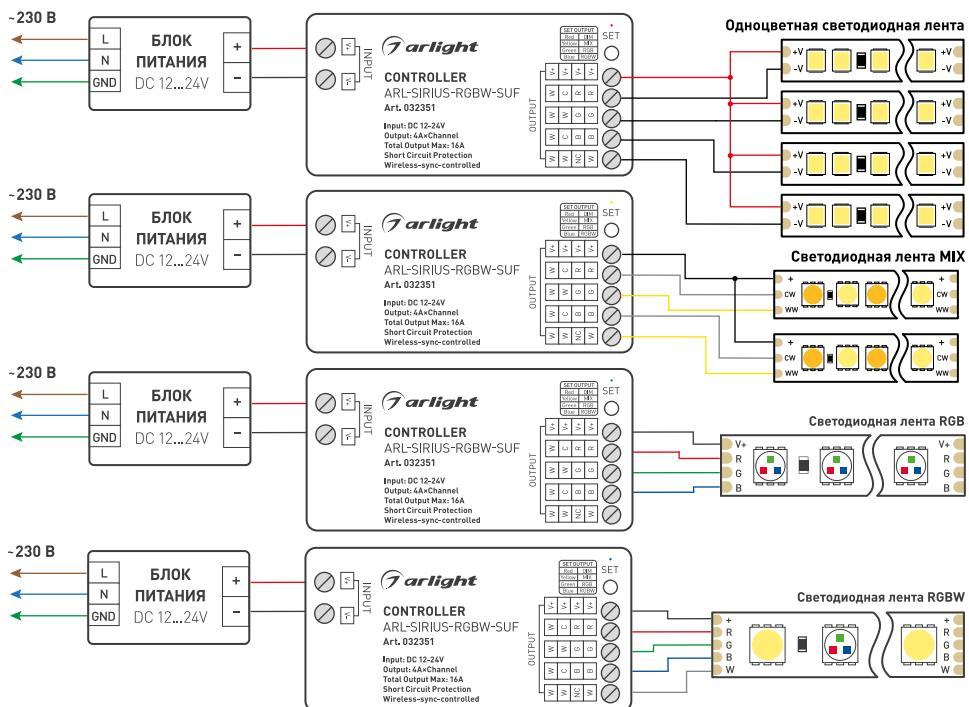

Рис. 1. Пример схем подключения контроллера ARL-SIRIUS-RGBW-SUF
- Подключите устройство согласно подходящей схеме на рис. 1.